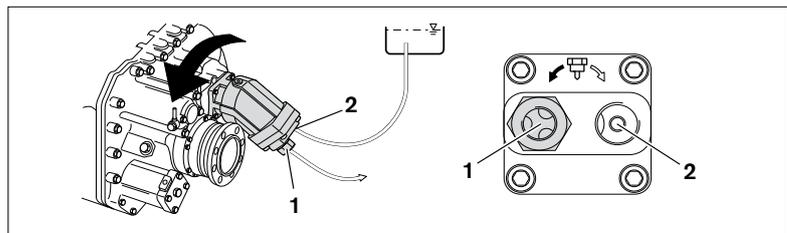

Abb. 11: Druckstutzen nach Umbau – für Drehrichtung Nebenabtrieb links (= Drehrichtung Pumpe rechts)
- ▶ Um die Drehrichtung der Axialkolbeneinheit zu ändern, müssen Sie den Druckstutzen (1) vom rechten Anschluss in den linken Anschluss umbauen, siehe Abb. 11 (Anziehdrehmomente siehe Tabelle 7).